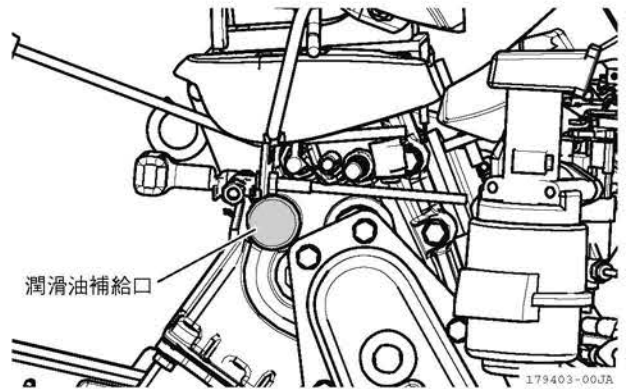

図 4-21 交換のしかた (潤滑油補給口)
6. 潤滑油補給口のふたを元通りに取り付けます。(図 4-21)